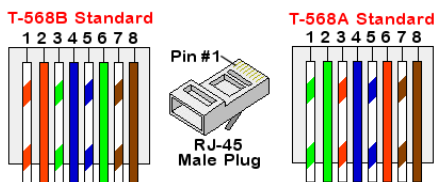

Figure 19: Câblage standard
- c. Insérer les huit fils dans le connecteur RJ45, comme décrit à la *Figure 19*.
7. Pour le côté commutateur/routeur, utilisez un câble déjà sertir ou utilisez une pince de sertissage pour préparer une prise de communication RJ45 : insérez les huit fils dans le connecteur RJ45 dans le même ordre que mentionné ci-dessus (*Figure 19*).